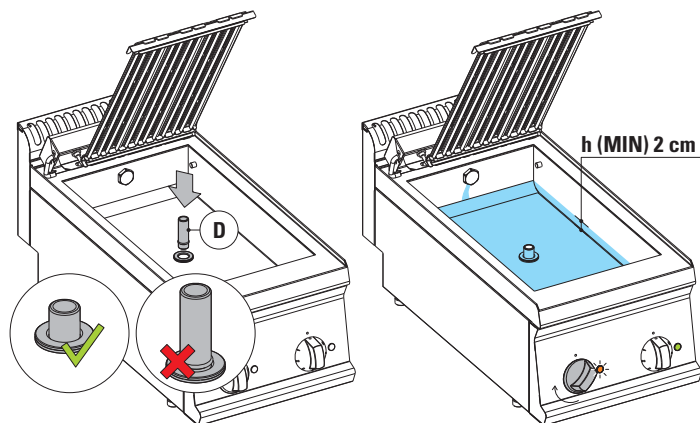

fig.3
- Insérer le trop-plein | **D** | fig.3 jusqu'au fond.